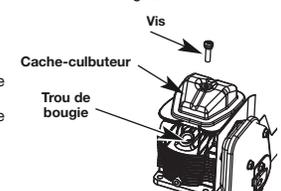

Fig. 36
5. Nettoyez toute saleté autour du cache-culbuteur. Retirez la vis retenant le cache-culbuteur à l'aide d'un tournevis à lame plate large ou à mèche no. T-25 Torx (Fig. 36). Enlevez le cache-culbuteur et le joint.
- Le piston est au sommet de sa course lorsqu'on regarde par le trou de la bougie (Fig. 36)